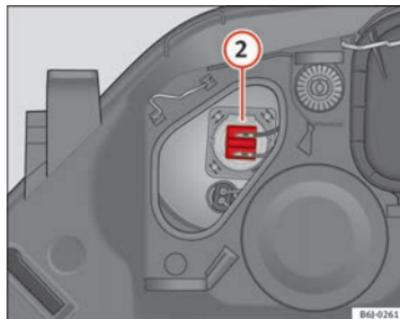

Fig. 164 Luz de carretera
- Extraiga el conector ⇒ fig. 164 ② tirando hacia afuera.